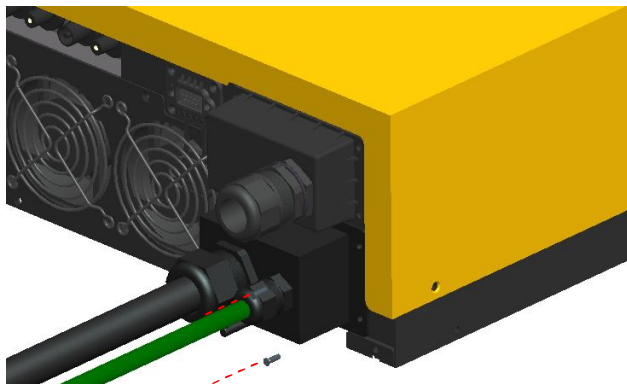

Figura 5.1 Fissaggio placca di uscita AC
2. Fissare la parte destra della placca di uscita AC usando le viti M3 in dotazione, come mostrato in Figura 5.1